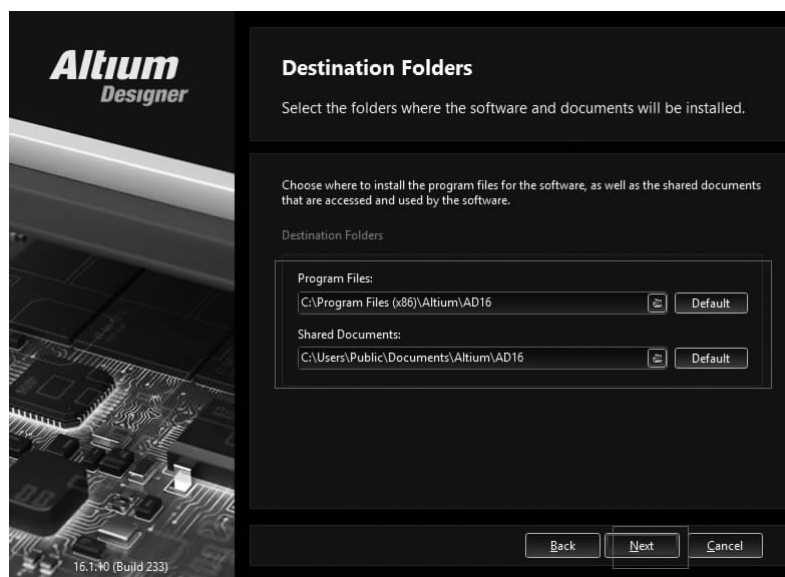

图 1-5 选择安装 Altium Designer 16 的路径
(5)在图 1-5 所示对话框中,在“Destination Folders”处,选择安装的路径,路径最好不要有中文,单击“Next”按钮。